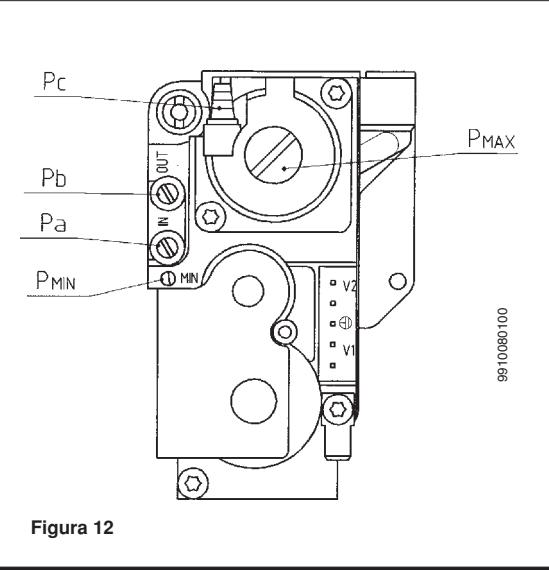

Figura 12
- collegare la presa di pressione positiva di un manometro, possibilmente ad acqua, alla presa di pressione (Pb) della valvola del gas (figura 12);
- aprire il rubinetto gas e ruotare la manopola (1) predisponendo la caldaia in posizione Inverno ();
- togliere il tappo presente sulla valvola gas ed agire sulla vite del regolatore di pressione (Pmax) di figura 12 fino ad ottenere i valori di pressione indicati nella tabella 1 a pagina 17;
- verificare che la pressione dinamica di alimentazione della caldaia, misurata alla presa di pressione (Pa) della valvola del gas (figura 12) sia quella corretta (30 mbar per il gas butano, 37 mbar per il gas propano o 20 mbar per il gas naturale);
- Posizionare il selettore Estate/Inverno (1) in posizione (0);
- posizionare il selettore (1) in Inverno assicurandosi che ci sia richiesta calore;
- agire sulla vite (Pmin) della valvola gas (figura 12) fino a raggiungere il valore di pressione corrispondente alla potenza ridotta (tabella 1 di pagina 17). Tale operazione deve essere effettuata entro un tempo di 25 secondi trascorso il quale la caldaia riprende il normale funzionamento.
- conectar la toma de presión positiva de un manómetro diferencial, posiblemente de agua, a la toma de presión (Pb) de la válvula del gas (figura 12). Conectar, sólo para los modelos a cámara estanca, la toma negativa del mismo manómetro a un especial "T" que consienta conectar entre ellos la toma de compensación de la caldera, la toma de compensación de la válvula del gas (Pc) y el manómetro mismo. (Se puede efectuar una medición equivalente conectando el manómetro a la toma de presión (Pb) y sin el panel frontal de la cámara estanca);
- abrir el grifo gas y hacer girar el botón (1) predisponiendo la caldera en posición Invierno ();
- quitar el tapón presente en la válvula del gas y tocar el tornillo del regulador de presión (Pmax) de figura 12 hasta obtener los valores de presión indicados en la tabla 1 en página 17;
- controlar que la presión dinámica de alimentación de la caldera, medida en la toma de presión (Pa) de la válvula del gas (figura 12), sea correcta (28 mbar para el gas butano, 37 mbar para el gas propano o 20 mbar para el gas natural);
- ubicar el selector Verano/Invierno (1) en posición (0);
- ubicar el selector (1) en Invierno asegurándose que haya demanda de calor;
- tocar el tornillo (Pmin.) de la válvula de gas (figura 12) hasta alcanzar el valor de presión correspondiente a la potencia reducida (Tabla 1 de página 17). Esta operación debe ser realizada dentro de un tiempo de 25 segundos luego de que la caldera retoma el funcionamiento normal.